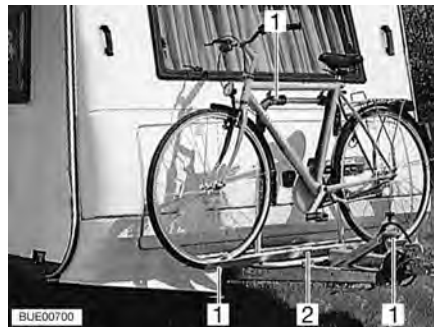

Bild 10 Cykelställ, fram
- Sätt cyklarna på cykelstället (Bild 10,2) och fäst dem med snabbremmarna (Bild 10,1).